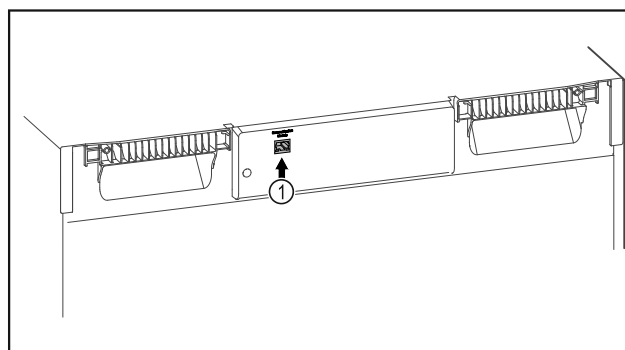

Fig. 141
- ☐ SmartModule Fig. 141 (1) ist eingesetzt.